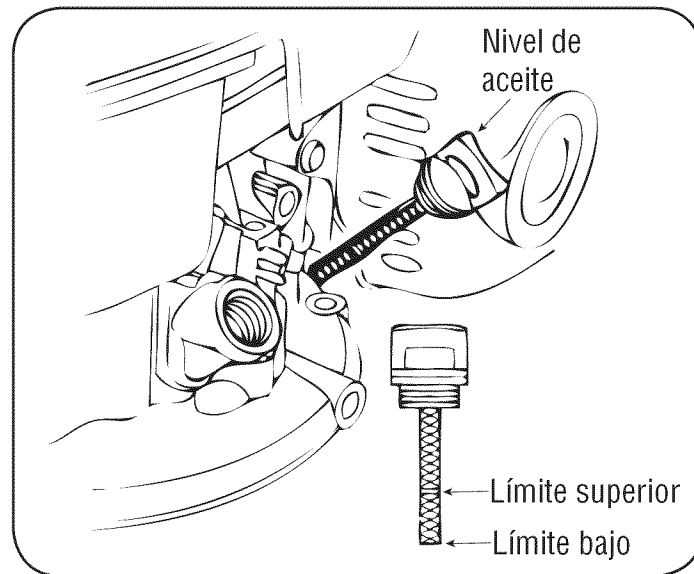

Figura 14
1. Saque la varilla del nivel de aceite. Vea la Figura 14.
3. Coloque y ajuste la varilla indicadora. Luego quítela para revisar el nivel de aceite. Vea la Figura 14.